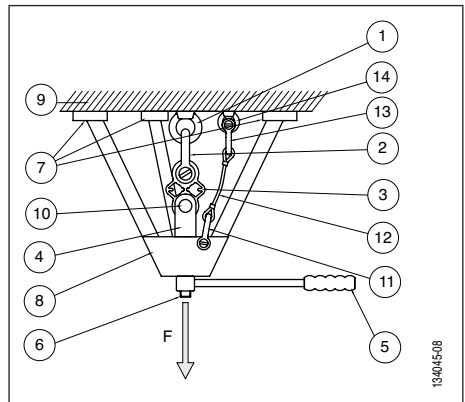
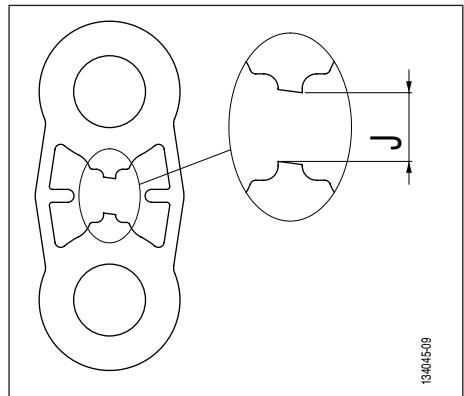

Fig. 6
Fig. 7
- 1 aparelho de colocação sob carga de acionamento manual do tipo tripé (ver Fig. 6, página 52, capítulo 4.2. Esquema),
- 1 dispositivo de segurança para a retenção do dispositivo de colocação sob carga, no caso de ruptura do ponto de amarração a testar, compreendendo (ver Fig. 6, página 52):
- 1 linga de segurança de comprimento adequado (ver Fig. 6, página 52, capítulos 4.2. Esquema e 4.3. Verificações antes da instalação),
⚠ PERIGO: Para testar um ponto de amarração utilizando a placa de teste TA, o operador deve imperativamente utilizar um aparelho de colocação sob carga do tipo tripé de acionamento manual que tenha sido especificamente estudado e dimensionado com vistas a poder ser utilizado para a colocação sob carga de tração, sem risco, do ponto de amarração a testar (Fig. 6) ou qualquer outro aparelho de colocação sob carga de tração da placa de teste TA especialmente estudado e dimensionado para ser utilizado com toda a segurança.
O conjunto das verificações antes da instalação abaixo descritas faz referência à Fig. 6.
O conjunto do procedimento abaixo descrito faz referência à Fig. 6.
PERIGO: A folga 'J' máxima (Fig. 7, folga J) não deve exceder 15 mm.
1. Aumentar progressivamente a carga agindo sobre o aparelho de colocação sob carga (Fig. 6, página 52). O operador deverá imperativamente olhar em permanência para a placa para poder parar imediatamente a colocação sob carga após a ruptura da seção 'S' da placa (Fig. 7).
2. À ruptura da seção indicadora 'S' da placa de teste TA (Fig. 7), o operador deve imediatamente parar a sua ação sobre o aparelho de colocação sob carga, para não correr o risco de romper totalmente a placa.
O conjunto do procedimento abaixo descrito faz referência à Fig. 6, página 52.
8. Continuar a colocação sob carga da placa de teste TA após a ruptura da seção indicadora 'S' (cf. capítulo 5.2. Procedimento de execução do teste de tração, Fig. 7, página 53).